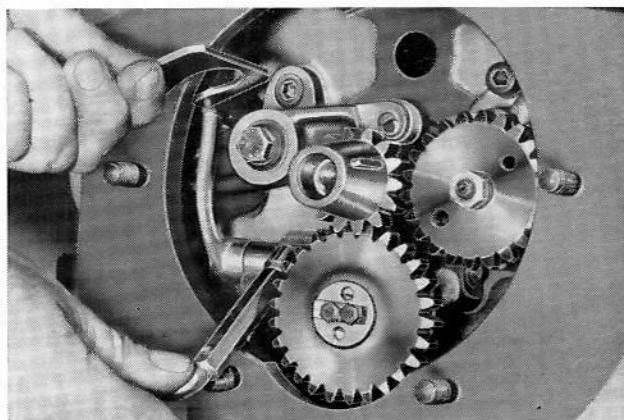

Fig. 64
- Faire pivoter le levier, en le plaçant avec la face indiquée sur la fig. 64 à 28 mm (LDA 91-96-97-100-820-L10 L14) du plan extérieur du bâti à l'aide de l'outil R271-2003-06.